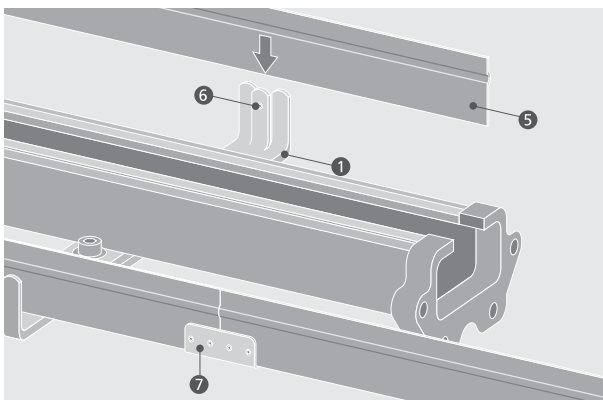

Abbildung 5.8.3
- Stützbleche (5) auf beiden Seiten der Förderbahn in die Fingerwinkel der Querstreben (1) stecken (Sicke nach außen) und mit Gewindestiften (6) sichern. Anzugsdrehmoment 4,3 Nm. (Abb. 5.8.3)
- Stöße der Stützbleche (5) mit Verbindungsstücken (7) überbrücken und mit Gewindestiften sichern. Anzugsdrehmoment 4,3 Nm. (Abb. 5.8.3)